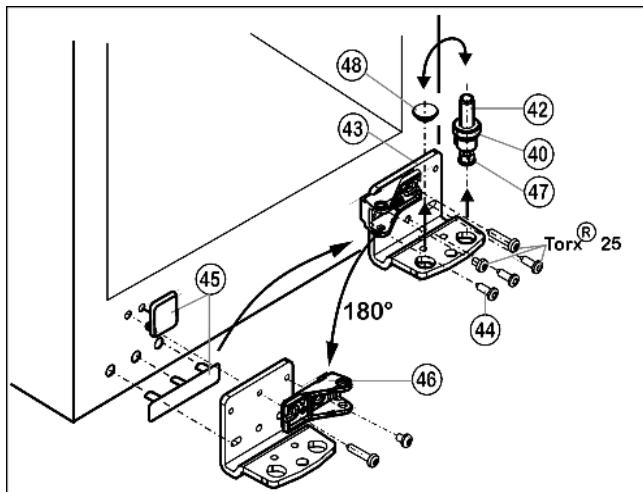

Fig. 9
- ▶ Извлеките опорный винт Fig. 9 (42) в комплекте с шайбой Fig. 9 (40) и регулируемой опорой Fig. 9 (47), вытягивая его вверх.
- ▶ Снимите пробку Fig. 9 (48).
- ▶ Открутите Fig. 9 (43) опорный кронштейн Fig. 9 (44).
- ▶ Осторожно снимите и переставьте на противоположную сторону крышки со стороны ручки Fig. 9 (45).
- ▶ Снова прикрутите нижний опорный кронштейн Fig. 9 (43) на новой стороне шарнира **(с моментом 4 Нм)**. При необходимости используйте аккумуляторный шуруповерт.
- ▶ Открутите опорную деталь Fig. 9 (46) и снова прикрутите внутри с поворотом на 180°, завинтив длинные винты в удлиненные отверстия.
- ▶ Переставьте пробку Fig. 9 (48) в свободное отверстие.
- ▶ Вновь установите опорный винт Fig. 9 (42) с шайбой и регулируемой опорой. При этом фиксатор должен быть направлен назад.
- ▶ Установите дверцу сверху на нижний опорный палец Fig. 9 (42).
- ▶ При необходимости выровняйте дверцы через продольные пазы в нижнем опорном кронштейне Fig. 9 (43) параллельно корпусу устройства. Для этого выкрутите средний винт.